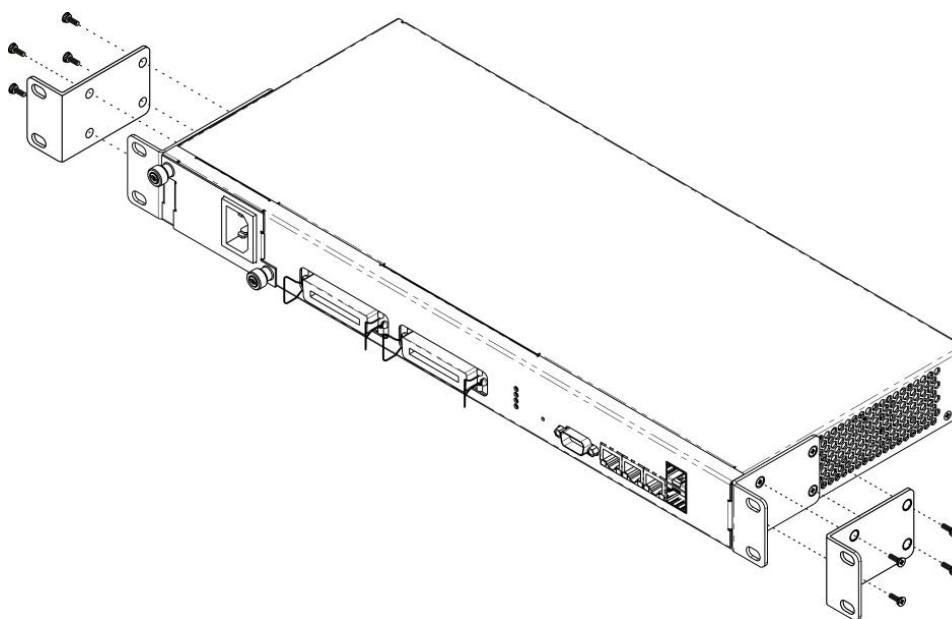

Рисунок 6 – Крепление кронштейнов
1. Совместите четыре отверстия для винтов на кронштейне с такими же отверстиями на боковой панели устройства, рисунок 6.